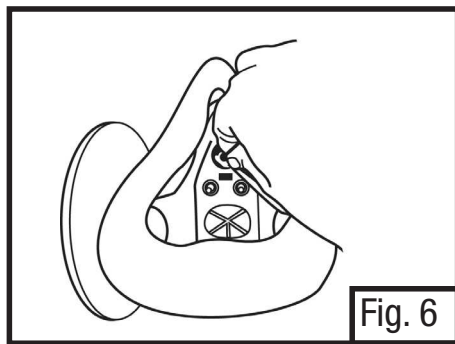

Fig. 6
8. Install the retainer clip and suction cup onto the sampling tube inside the respirator facepiece. (Fig. 6)
l'intérieur du masque du respirateur. (Fig. 6)